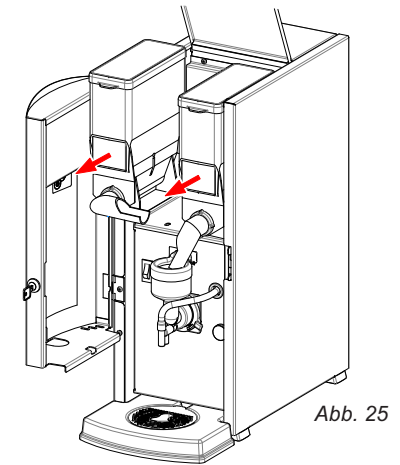

Abb. 25
- Behälter nach vorne aus dem Gerät nehmen (Abb. 25).